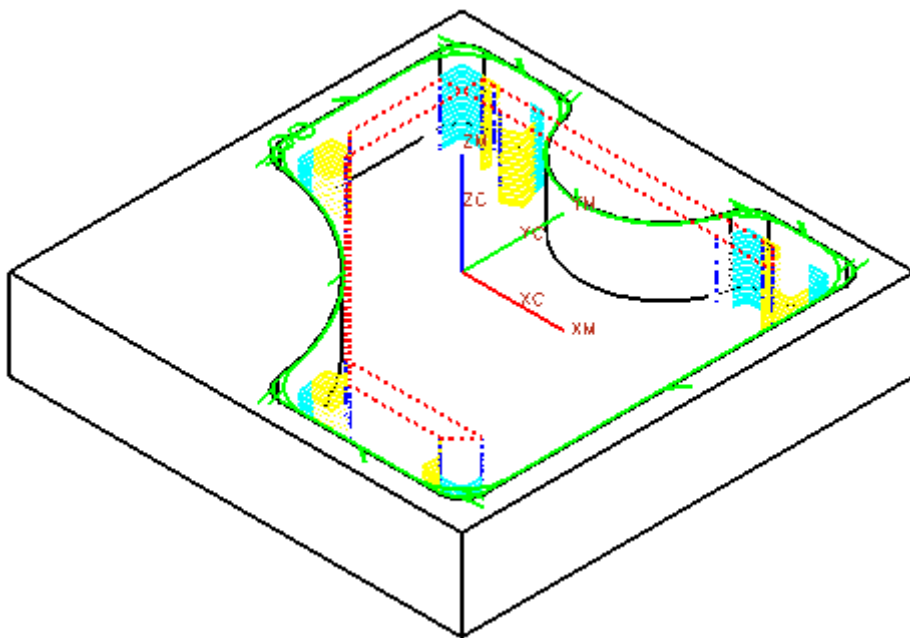

图 8-54
- 双击 CORNER 操作，打开参数设置对话框，单击 ，选择图 8-54 中的永久边界作为毛坯边界，注意材料侧为外，单击 OK。
- 单击 ，生成拐角加工刀轨，如图 8-54 所示。